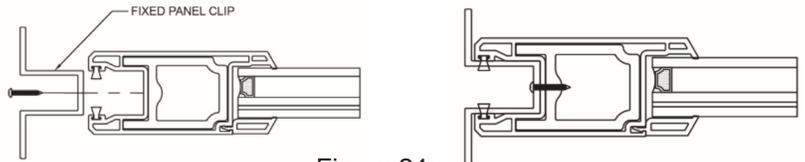

Figura 24a
24. Cada panel fijo tiene un solo sujetador de panel fijo de 6" (Artículo 15) instalado en el medio. Empujar el sujetador en el panel fijo y fíjelo en su lugar con tres (3) Tornillos. (Artículo 45, Figura 24a).